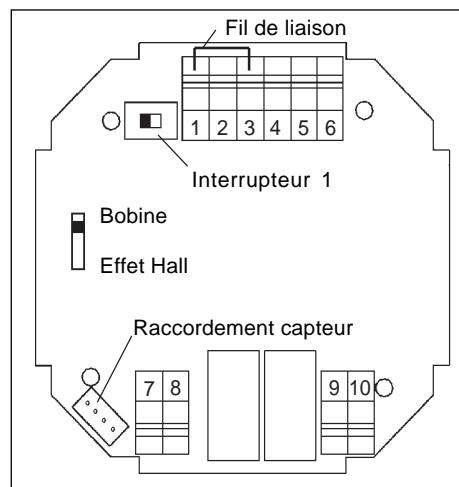
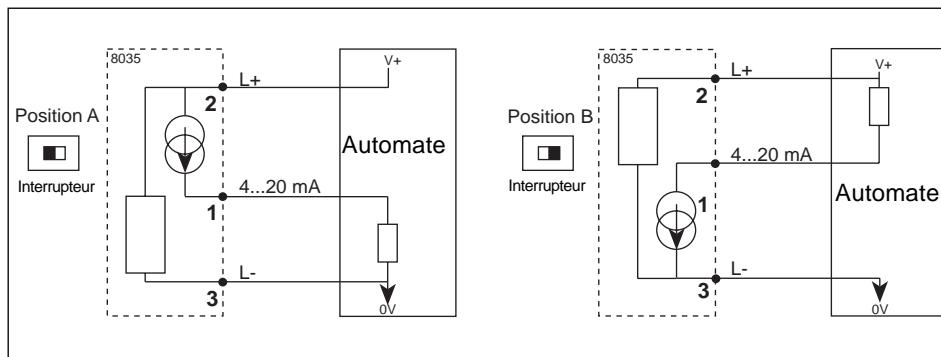
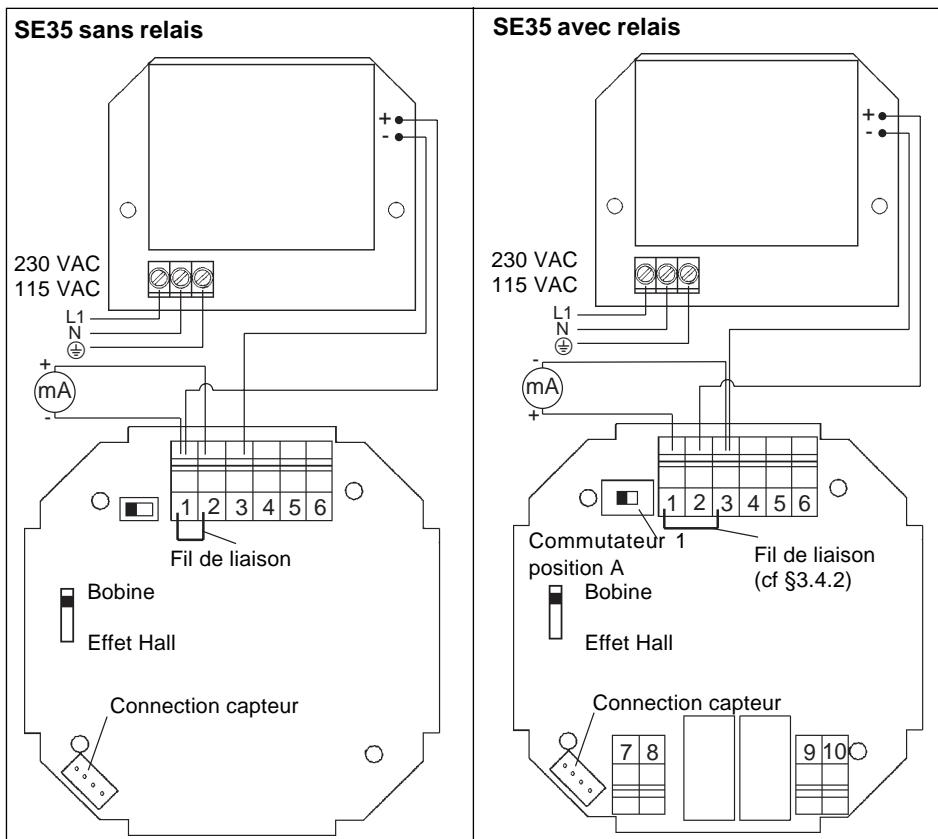

Fig. 3.6 Connection SE35 avec relais
Fig. 3.7 SE35 avec relais, sortie 4-20 mA connection à un automate.
Fig. 3.8 Connection électrique alimentation 115/230 VAC
**Sortie 4-20 mA:** Si la sortie 4-20 mA est utilisée, retirer le fil de liaison (1-3) (fig. 3.6).
**Remarque:** Raccordement à un automate. En fonction du type d'automate, l'interrupteur 1 doit être placé en position A ou B (voir fig. 3.7 et fig. 3.8).
**Attention !:** Si la sortie courant 4...20 mA n'est pas utilisée positionner le commutateur 1 en position A (fig. 3.7) et relier les bornes 1-3 avec le fil de liaison (fig. 3.6).
Oter le couvercle du transmetteur, le bornier de connection de l'alimentation se trouve sur la carte d'alimentation dans le fond du boîtier. Passer le câble à travers un presse-étoupe de 13,5 et connecter suivant la fig. 3.8 (version sans et avec relais).
**!** Si la sortie courant 4...20 mA n'est pas utilisée positionner le commutateur 1 en position A (fig. 3.7) et relier les bornes de sortie courant avec le fil de liaison (fig. 3.8). Relier les bornes (1-2) ou (1-3) selon le type de transmetteur avec ou sans relais.
Si la sortie courant 4...20 mA n'est pas utilisée positionner le commutateur 1 en position A (fig. 3.7) et relier les bornes 1-3 avec le fil de liaison (fig. 3.6).
**!** Si la sortie courant 4...20 mA n'est pas utilisée positionner le commutateur 1 en position A (fig. 3.7) et relier les bornes 1-3 avec le fil de liaison (fig. 3.11).